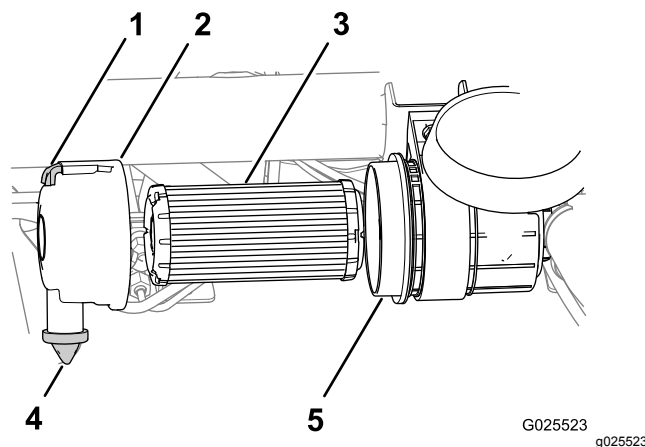

Figura 40
1. Tirate il fermo verso l'esterno e ruotate il coperchio del filtro dell'aria in senso antiorario (Figura 40).
3. Rimuovete il filtro dell'aria dalla scatola (Figura 40).
4. Pulite l'interno del coperchio del filtro dell'aria e del relativo alloggiamento (Figura 40).
5. Rimuovete la valvola antipolvere in gomma dal coperchio (Figura 40).
6. Pulite il foro di eiezione dello sporco situato nel coperchio del filtro dell'aria, la cavità della valvola antipolvere e riposizionate la valvola antipolvere (Figura 40).
8. Montate il filtro dell'aria nuovo premendo leggermente sul suo bordo esterno per inserirlo nel relativo alloggiamento (Figura 40).
9. Allineate il coperchio del filtro dell'aria con la valvola antipolvere in posizione a ore 6, vista dall'estremità sinistra del coperchio (Figura 40).
10. Fissate il fermo del coperchio del filtro dell'aria (Figura 40).